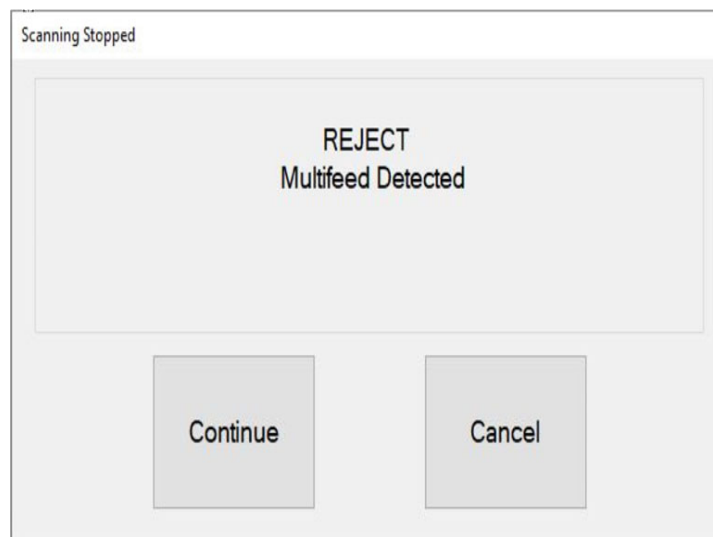

Figure 4-31 : Situation de rejet
1. Dans une situation de rejet, une erreur s'affiche sur l'écran d'exécution (Figure 4-31), et la numérisation s'arrêtera automatiquement.